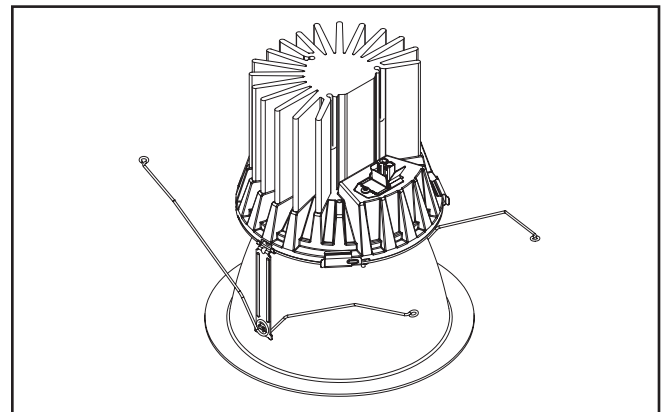

Figure 12.
5. Branchez Connectez la prise de fiche à débranchement rapide du luminaire sur le module. (Figure 12).